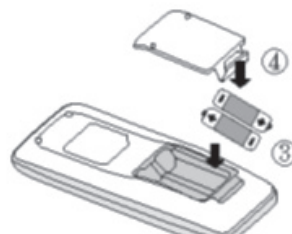

Рис. 2
3. Вставьте два элемента питания AAA 1,5 В, соблюдая полярность (см. рис. 2).
4. Установите крышку на место (см. рис. 2).